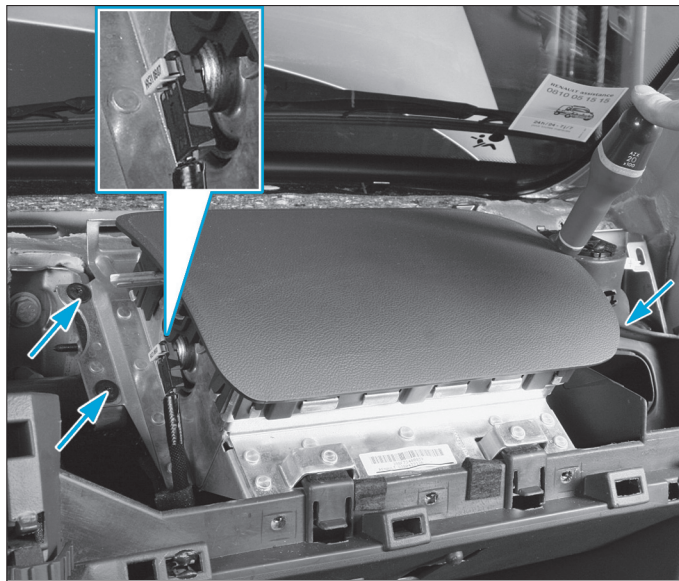

Fig. 6
- Déposer les fixations du module d'airbag (Fig.6).